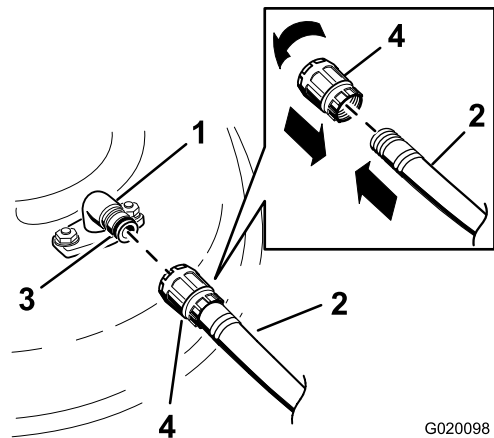

図 77
3. デッキ後部についている洗浄用フィッティングに、ホースのカップリングを接続し、水道栓を全開にする 図 77。